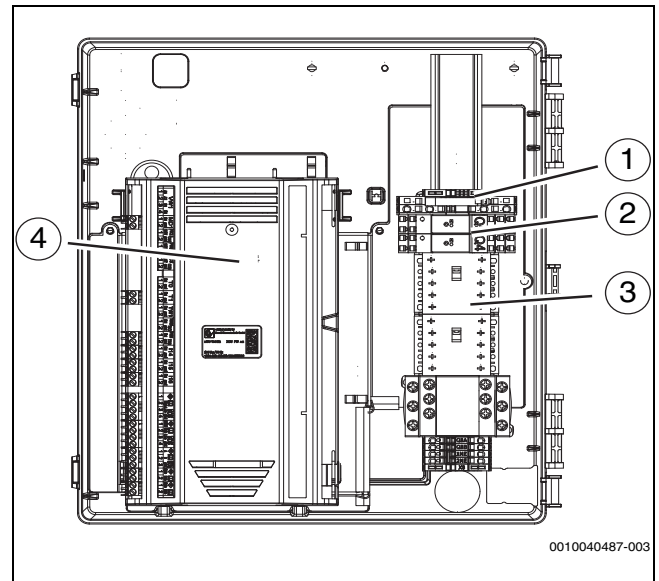

Bild 28 Anordnung der Komponenten im Klemmenkasten
- Anschlusskabel über die Kabelverschraubungen auf der Rückseite durch die Wellschläuche führen. Eine Verlängerungsschnur verwenden. Die richtige Reihenfolge der Schläuche ist Abbildung 28 zu entnehmen.
- Kabel mit Kabelbindern an den Befestigungspunkten befestigen (→Abbildung 28 [7] und [9]). Darauf achten, die Kabel nicht über Kreuz zu verlegen.